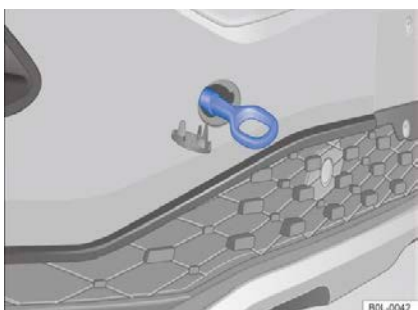

Рисунок 124 Верхняя правая сторона переднего бампера: ввинтить буксирное кольцо
- Надежно завинтите буксирное кольцо в кронштейн против часовой стрелки → рис. 124 → ⓘ. С помощью подходящего инструмента достаточно и надежно ввинтите буксирное кольцо в кронштейн.